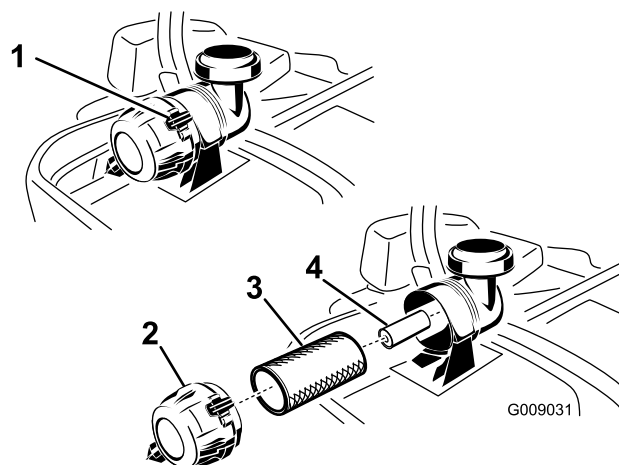

Figure 50
3. Appuyez sur les attaches du filtre à air pour les ouvrir et détachez le couvercle du corps du filtre à air (Figure 50).
5. Sortez le préfiltre du boîtier du filtre avec précaution (Figure 50). Évitez de cogner l'élément à l'intérieur du boîtier.
1. Ne nettoyez pas l'élément en papier, remplacez-le (Figure 50).
2. Si vous remplacez l'élément secondaire, insérez-le avec précaution dans le boîtier du filtre (Figure 50).
3. Placez ensuite le préfiltre sur l'élément secondaire avec le même soin (Figure 50).
- Montez le couvercle, reniflard en bas, et tournez-le pour que les attaches verrouillent le couvercle en place (Figure 50).